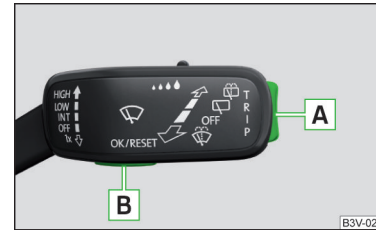
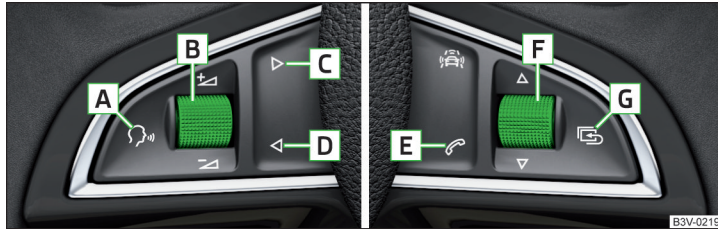

Abb. 29
Abb. 30 Tasten/Einstellräder: am Multifunktionslenkrad
Die Taste **A** am Bedienungshebel länger drücken » Abb. 29 auf Seite 44.
Die Taste **G** am Multifunktionslenkrad länger drücken » Abb. 30 auf Seite 45.
Die Menüs können mittels der Tasten am Bedienungshebel » Abb. 29 auf Seite 44 bzw. am Multifunktionslenkrad » Abb. 30 auf Seite 45 bedient werden.
Durch anschließendes Drehen des Einstellrads  » **Abb. 30 auf Seite 45** am Multifunktionslenkrad wird das Menü **Letzte Ziele** angezeigt.
- Das Einstellrad  » **Abb. 30 auf Seite 45** drehen.